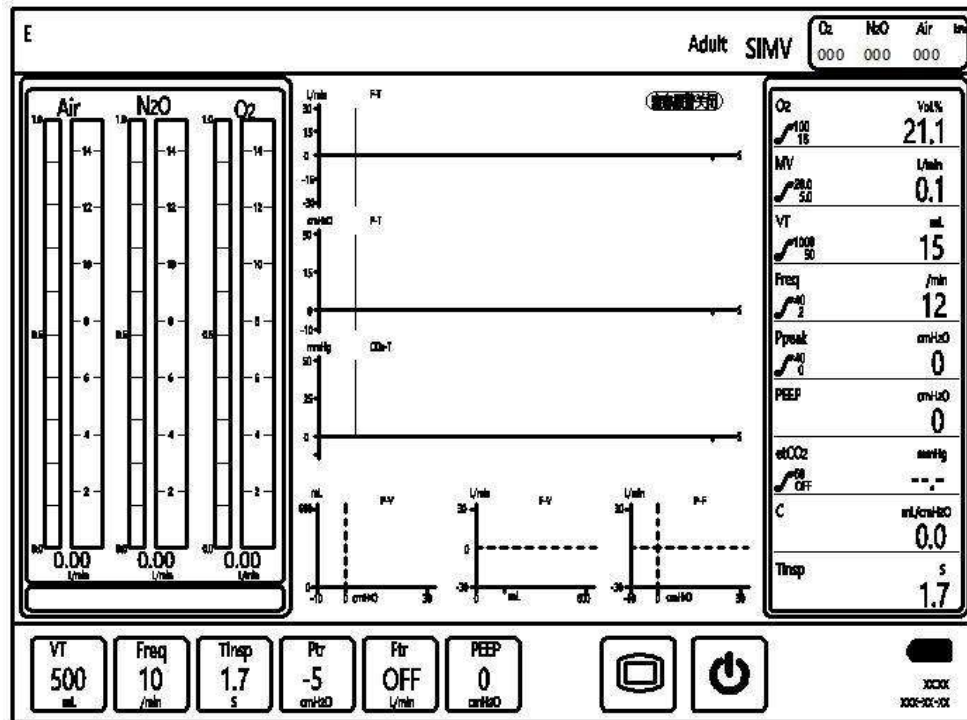

Fig.27 Superficie del modo SIMV
- Toque el botón Confirmar para ingresar a la superficie del modo SIMV o gire la perilla (elemento 4 en la fig. 5) hasta el botón Confirmar y presione la perilla (elemento 4 en la fig. 5) para ingresar a la superficie del modo SIMV, consulte la fig. 27.